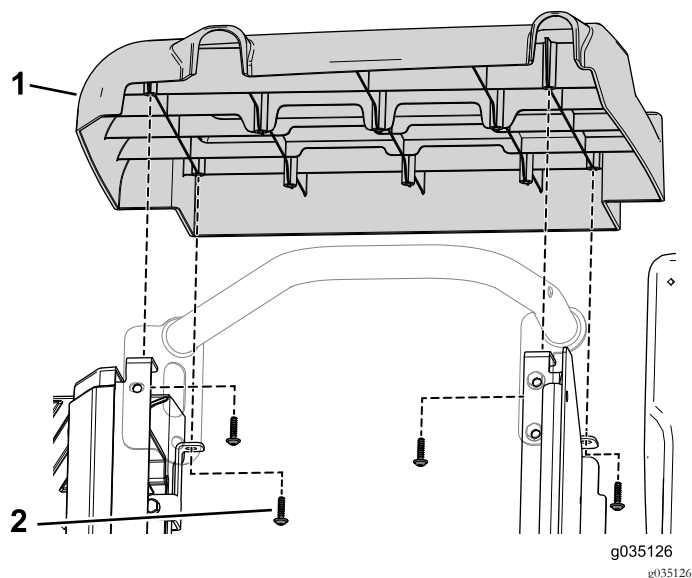

図 95
5. キットに入っている左右のサイドパネルを、前座席ベースに固定するタッピングねじ3/32 x 7/8 インチ8本を使う 図 95。